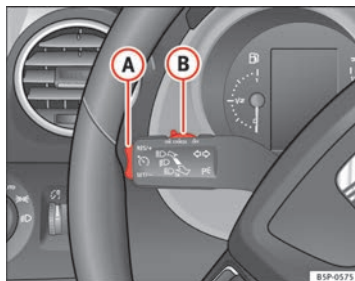

Fig. 149 Levier des cli-gnotants et des feux de route : commutateur et touche basculante pour régulateur de vitesse
- Déplacez la commande ⇒ fig. 149 (B) vers la gauche pour la régler sur **ON**.